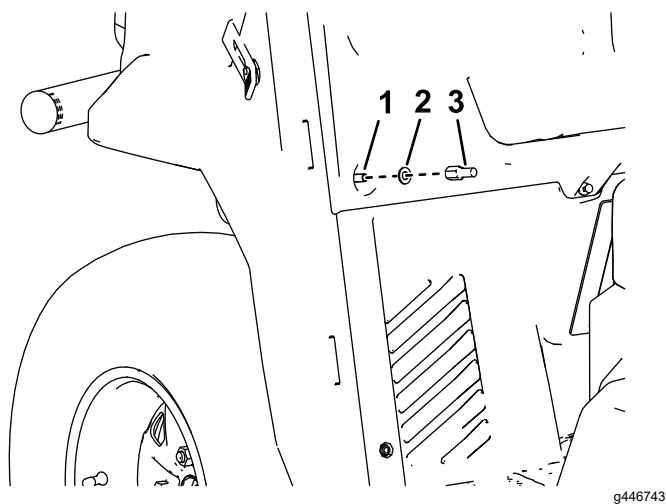

Figura 11
6. Montate il dispositivo di chiusura della porta e una rondella (5/16") sul bullone di chiusura (Figura 11).